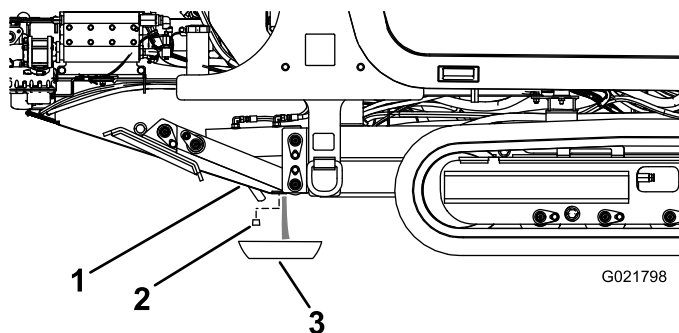

Figura 90
3. Desaparafuse o bujão de drenagem até escoarem a água e os sedimentos (Figura 90).